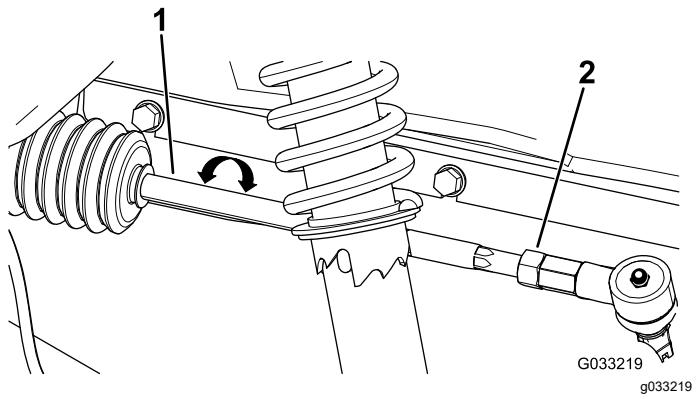

図 53
2. 前後の測定値の差が所定範囲03 mmにならない場合は、タイロッドの外側端部にあるジャムナットをゆるめて調整を行う図 53。